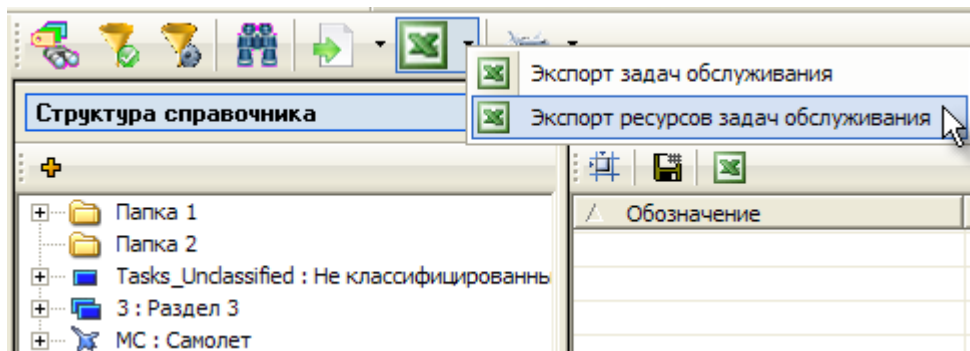

Рис. 3-43
2. В раскрывающемся меню кнопки **Экспорт задач обслуживания**  выберите пункт **Экспорт ресурсов задач обслуживания** (рис. 3-43).